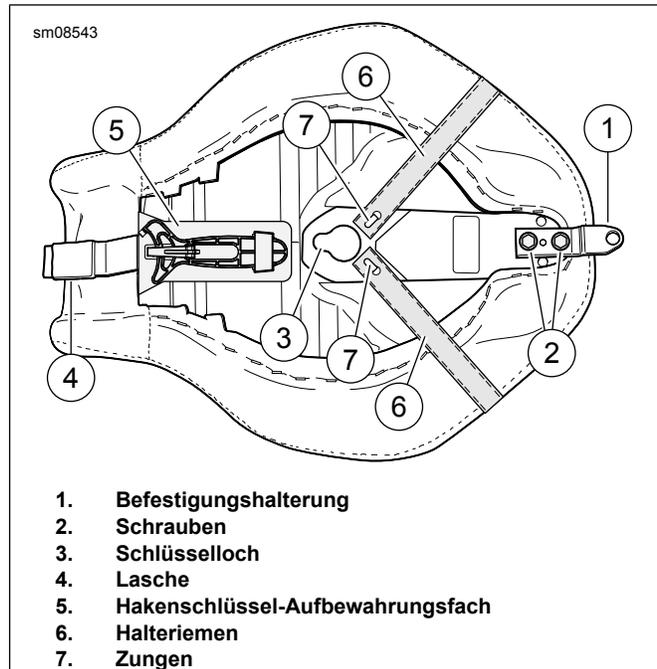

Abbildung 3. Halterung, Schrauben, Schlüssellock, Lasche und Halteriemmen
2. Für Modelle mit einem in der Sitzschale untergebrachten Stoßdämpferhakenschlüssel: Den Schlüssel vom Originalsitz entfernen. Siehe Abbildung 3. Den Schlüssel im Hakenschlüssel-Aufbewahrungsfach (5) verstauen.
1. Siehe Abbildung 3. Den Halteriemen (6) an der Sitzunterseite montieren. Ein Ende des Halteriemens an der Zunge (7) an der Unterseite des Sitzes einhaken. Den Halteriemen über den Sitz legen. Das andere Ende an der anderen Zunge einhaken.
1. Siehe Abbildung 3. Die Vorderseite des neuen Sitzes so ausrichten, dass die Lasche (4) in den Schlitz der hinteren Kraftstofftankbefestigung eingreift.
2. Den Sitz nach vorne drücken. Den hinteren Teil des Sitzes nach unten drehen, bis der Sitz am Rahmen anliegt. Den Sitz in der Mitte leicht durchbiegen und nach hinten schieben, bis sich die Sitzstange in Mitte des Rahmens in das Schlüsselloch (3) an der Sitzunterseite bewegt.